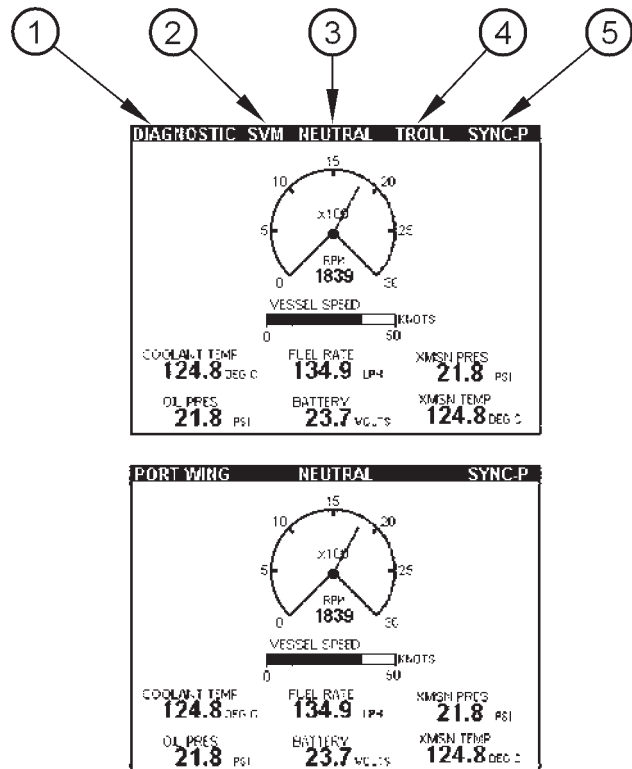

Figura 14
**Elementos de estado (Figura 14)**